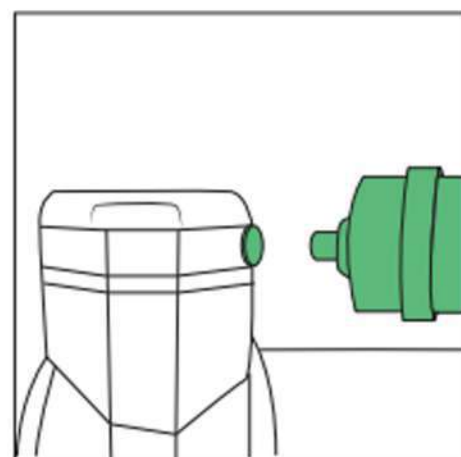

Рис. 13
- Вийміть заглушки з головки циліндрів і встановіть повітряні фільтри (Рис. 13).